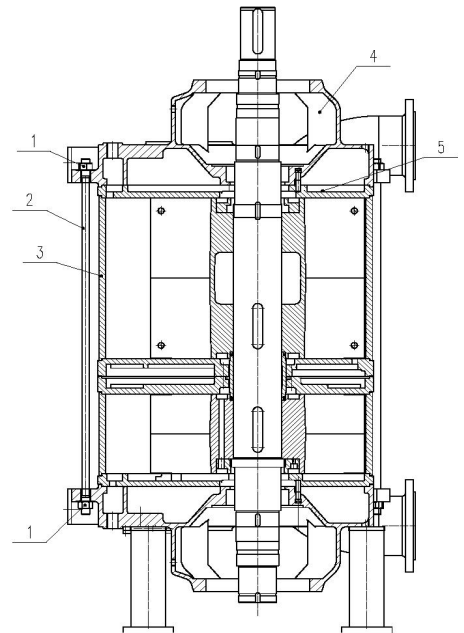

图 13 (立式装拆)
(3) 如果轴封是机械密封，须拆下机械密封；轴封是填料密封的，拧松压盖螺栓即可。
(4) 将水环真空泵驱动端朝上，立式放于两垫块上（见图 13），先将螺母 1 和双头螺柱杆 2 拆除，然后可以侧盖 4 和第一级前分配板一起吊起拆下，再吊起泵体 3，然后将转子整体起吊拆下，转子包含有第一级叶轮、第一级后分配板、第二级前分配板和第二级叶轮，然后逐一拆卸其它零件。把驱动端叶轮封盖螺栓拧出，并拉出叶轮封盖，再拆除轴端锁紧螺母，即可以解体转子的各零件。